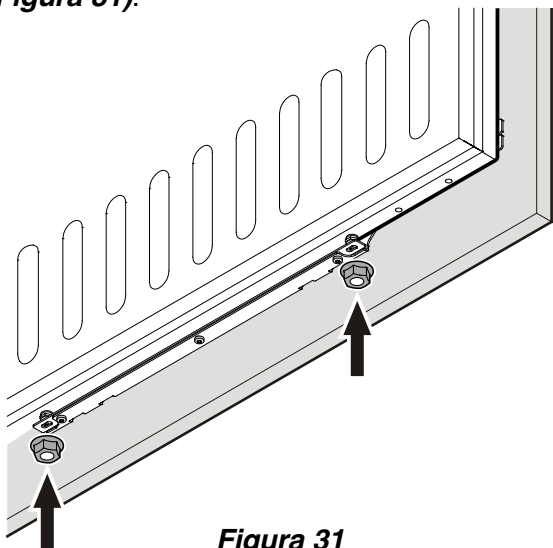

Figura 31
9. Atornille las tuercas hexagonales y apriételas (**Figura 31**).